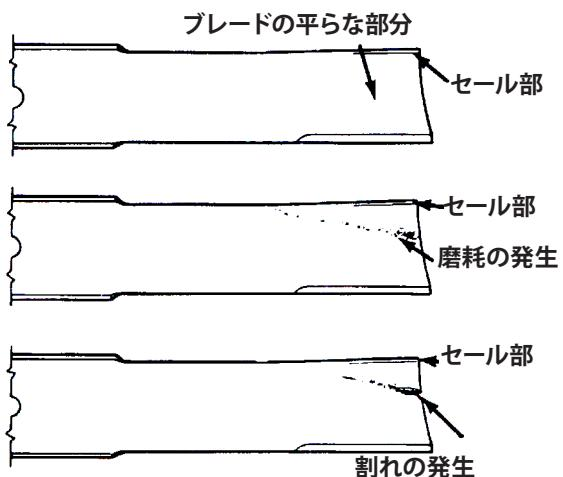

図31
- ブレードの切っ先を注意深く観察、特に、直線部と曲線部が交わる部分をよく観察する（図31-A）。この、直線部と曲線部の交差域は、砂などによる磨耗が進みやすい部分なので、機械を使用する前によく点検することが必要である。磨耗が大きい場合には（図31-B）危険であるから交換する。
(図31-C) この割れ目が拡大すると、最終的にはブレードがちぎれてハウジングの下から飛び出し、これがオペレータや周囲の人々に重大な人身事故となる。